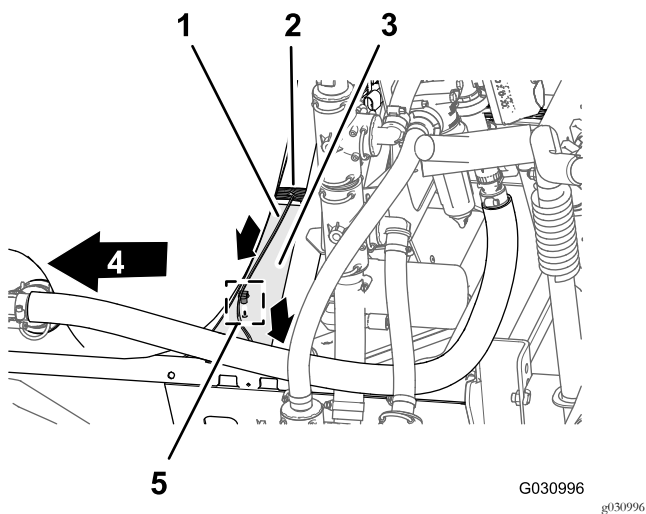

图113
1. 让打药车泵螺线圈的 74cm 线束支管穿过打药车机架安装槽的顶部向下朝向打药车泵螺线圈图113。
2. 将 74cm 线束支管的推进式紧固件插入打药车机架安装槽的孔中 图113。